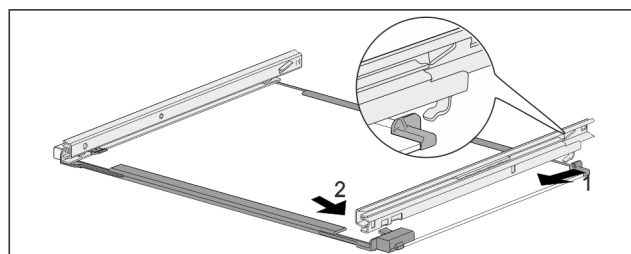

Fig. 196 Tablette en verre avec rails
- ▶ Accrocher le rail à l'arrière. Fig. 196 (1)
- Accrocher le rail à l'avant. *Fig. 196 (2)*